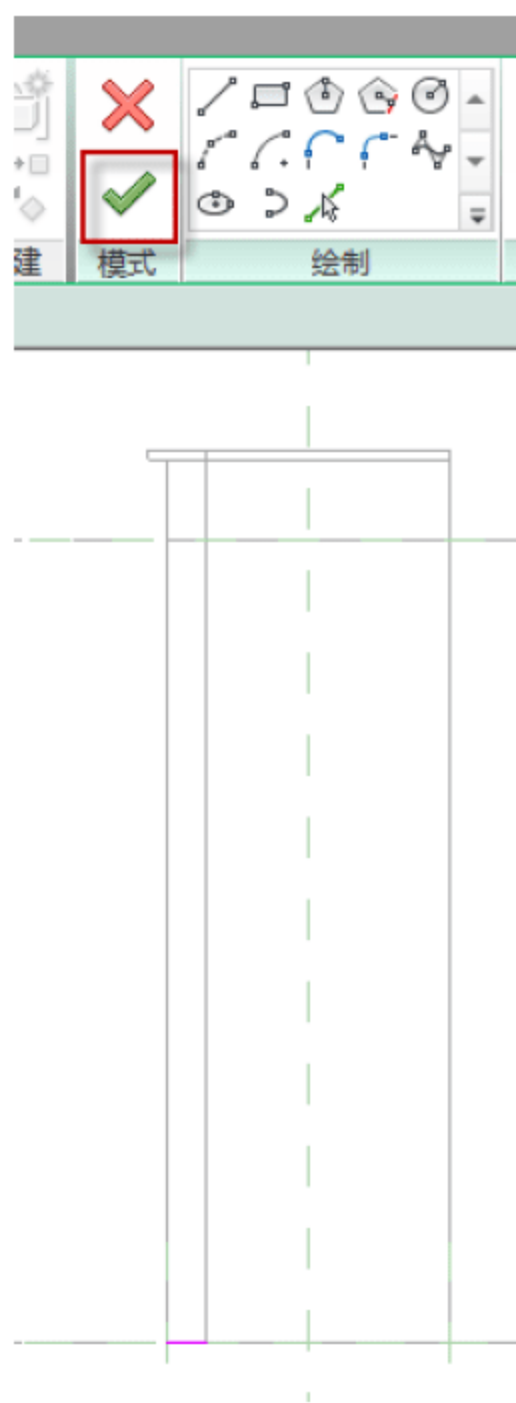

图 12.3.55 完成限制条件的修改
(17) 完成限制条件的修改。进入前立面视图，在上下文关联选项板中单击√按钮，如图 12.3.55 所示。